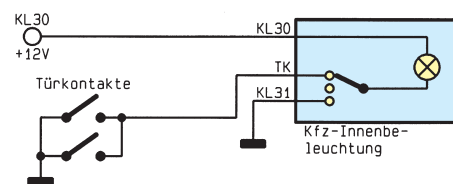

Bild 3: Anschlußschema ohne
Um Verwechslungen vorzubeugen, ist für jeden Anschlußpunkt eine andere Farbe vorgesehen. So ist für ST 1 (+12 V) ein rotes Kabel, für ST 2 (TK) ein grünes Kabel usw. (siehe Abbildung 3) anzulöten. Im Anschluß daran kann der Einbau ins Fahrzeug erfolgen.
Die Kfz-Innenlicht-Automatik wird gemäß Abbildung 3 angeschlossen. Hierbei ist besonders auf gute Isolation der Verbindungsstellen zu achten.